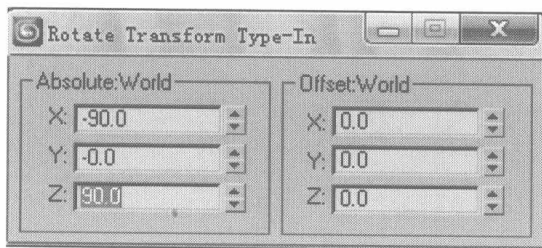
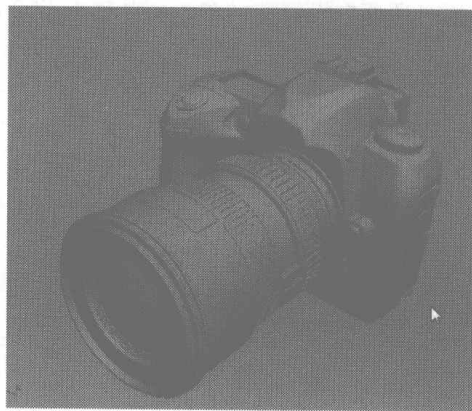

图 6.506
图 6.507
- 16** 选择镜头物体，在旋转按钮上单击右键，在弹出的对话框中设置旋转参数，如图 6.506 所示，然后将镜头与机身对齐，此时制作完成的数码相机的效果如图 6.507 所示。